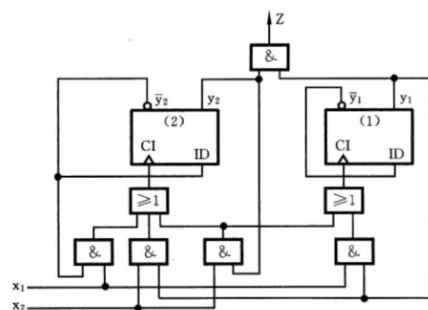

图 6.11 逻辑电路
- 在Logisim上实现例题6.3的“ $x_1 - x_2 - x_2$ ”序列检测器（图6.11），该电路的输入为 x_1 、 x_2 ，状态为 y_2 、 y_1 ，输出为 Z 。